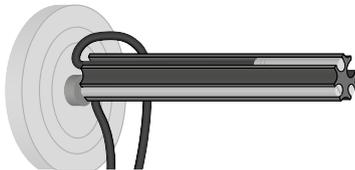

Bild 11: Der Fühler des Thermometers und die Temperaturfühler schließen bündig mit der Stirnseite des Steckmoduls ab bzw. stehen leicht über.
3. Richten Sie das Thermometer und die Temperaturfühler so aus, dass sie bündig mit der Stirnseite abschließen bzw. leicht überstehen (► Bild 11).